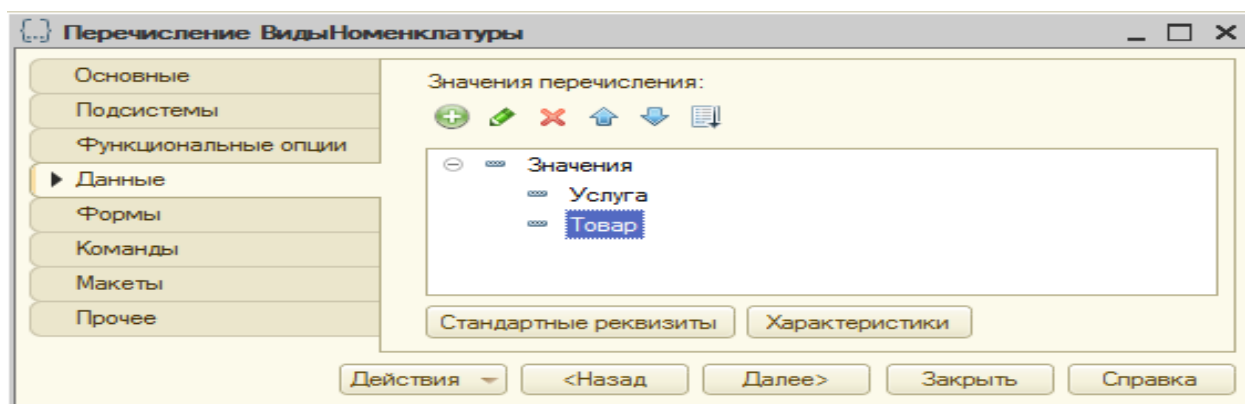

Рис. 80
- на закладке Данные (рис. 80) добавьте два значения перечисления: Товар и Услуга;